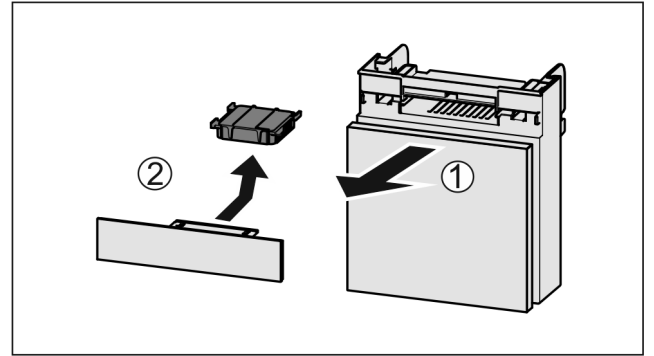

Fig. 156
- ▶ 向前拉出 Fig. 156 (1) 抽屉。
- ▶ 取出 Fig. 156 (2) 活性炭过滤器。